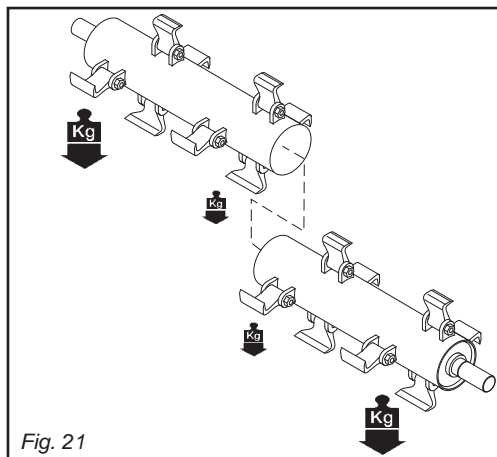

Fig. 21
- Install the heaviest pairs at the two ends of the rotor and the lighter pairs in the middle (Fig. 21).
- Placer les paires les plus lourdes aux deux extrémités du rotor, les paires les plus légères au centre (Fig. 21).
- Die schwereren Messerpaare an den beiden Enden des Rotors anordnen, die leichteren Paare im Mittelpunkt anordnen (Abb. 21).
- Ubicar los pares más pesados en las dos extremidades del rotor, los pares menos pesados al centro (Fig. 21).